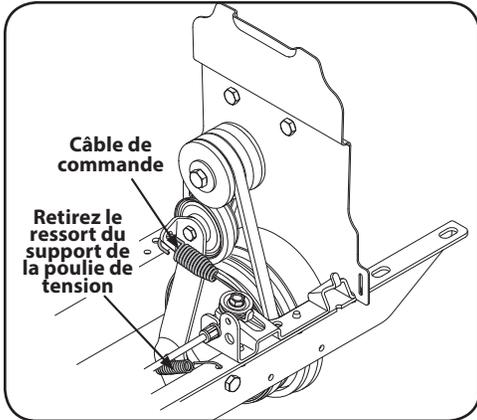

Figure 5-5
- Retirez le ressort du support de la poulie de tension à l'aide de pinces à bec long. Pour ce faire, tenez l'extrémité qui retient le ressort au châssis, décrochez le ressort et tirez-le vers le haut pour relâcher la tension. Voir Figure 5-5
- Décrochez le câble de commande du support de la poulie de tension. Voir Figure 5-5.